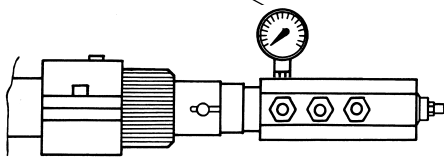

Fig. 19
- 9 La pressione di alimentazione ugello è già pre-tarata in fabbrica e non deve essere cambiata. Solo se necessario, regolare la pressione di alimentazione (vedi relativo paragrafo) nel modo seguente: inserire un manometro nella posizione indicata in Fig. 19 agire sulla vite di regolazione **VR** della pompa (vedi Fig. 18) fino ad ottenere una pressione all'ugello pari a 25 bar (vd. grafico a pag. 20);